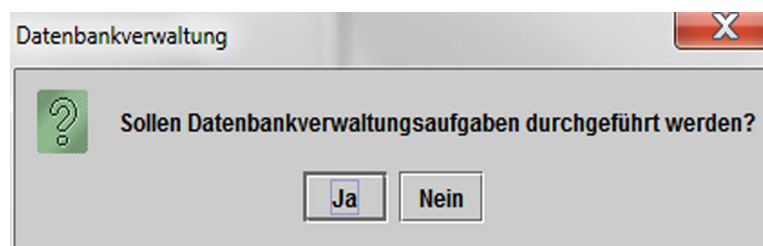
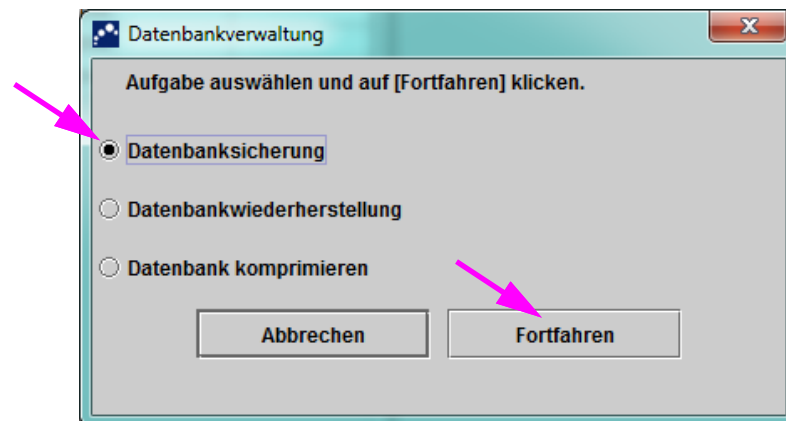

Abbildung 5-72. Dialogfeld „Datenbankverwaltung“
Abbildung 5-73. Fenster „Datenbankverwaltung“
Der Administrator des GeneXpert Dx Systems legt fest, ob Sie die erforderlichen Berechtigungen für Datenverwaltungsaufgaben haben. Siehe Abschnitt 2.13, Definieren von Benutzern und Berechtigungen. Zur Anpassung von Rechten nach Ihrem Bedarf wenden Sie sich bitte an Ihren Administrator für das GeneXpert Dx System. Wenn die **Erinnerungen an Datenbankverwaltung** aktiviert sind, wird der Benutzer beim Start gefragt, ob er Aufgaben im Bereich der Datenbankverwaltung durchführen möchte. Die Aufforderung erscheint nur für Benutzer mit den entsprechenden Berechtigungen. Wenn der Benutzer nicht über diese Berechtigungen verfügt oder die **Erinnerungen an Datenbankverwaltung** deaktiviert sind, wird die Aufforderung übersprungen. Siehe Abbildung 5-72.
8. Falls Sie keine Aufgaben im Bereich der Datenbankverwaltung ausführen möchten, klicken Sie im Dialogfeld „Datenbankverwaltung“ auf **Nein** (siehe Abbildung 5-72) und fahren Sie mit Abschnitt 5.2.3.2, Erinnerung an überfällige Archivierung, fort.
Wenn Sie Aufgaben im Bereich der Datenbankverwaltung durchführen möchten, klicken Sie im Dialogfeld „Datenbankverwaltung“ auf **Ja** (vgl. Abbildung 5-72). Daraufhin erscheint das Fenster „Datenbankverwaltung“. Siehe Abbildung 5-73.
1. Wählen Sie **Datenbanksicherung** im Fenster „Datenbankverwaltung“ (vgl. Abbildung 5-73).